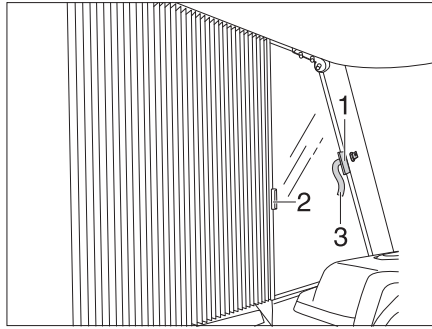

Fig. 82 Estor plegable de la ventana del conductor y la ventana del acompañante
- Abrir el cierre de velcro de cada lado de los lazos de seguridad (Fig. 82,3).
- Sujetar el estor plegable de los tiradores (Fig. 82,1 y 2) de manera consecutiva y empujarlos cuidadosamente, hasta que el cierre magnético mantenga cerrado el estor plegable.
- Regresar cuidadosamente los estores plegables con los tiradores (Fig. 82,1 y 2).
- Asegurar el estor plegable con el cierre de velcro del lazo de seguridad (Fig. 82,3).